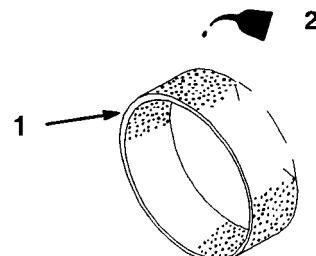

Figure 18
- C. Versate 25–50 g di olio sul filtro (Fig. 18), e strizzatelo per distribuire l'olio.
3. Pulite attorno all'asta di misurazione del livello dell'olio (Fig. 18) perché lo sporco non penetri nel foro di riempimento, danneggiando il motore.
5. Avvitate l'asta di misurazione del livello dell'olio a fondo sul tubo di riempimento (Fig. 18). Svitate di nuovo l'asta ed osservatene l'estremità di metallo: se il livello dell'olio è basso, versate lentamente nel tubo di riempimento abbastanza olio da portare il livello alla tacca "FULL".